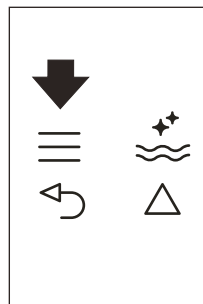
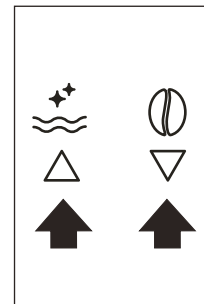

Fig. 22
Fig. 9
- Prima o ícone  (B2) para aceder ao menu (Fig. 22) e, em seguida, prima os ícones   (B7) e (B8) (Fig. 9) até aparecer "PROGRAM CAPPUCCINO" (PROGRAMAR CAPPUCCINO).
- Prima o ícone SET  (B2) para aceder ao menu (Fig. 22) ou prima os ícones   (B7) e (B8) (Fig. 9) até aparecer "PROGRAM CAPPUCCINO" (PROGRAMAR CAPPUCCINO).
- Prima o ícone  (B9) para confirmar e depois os ícones   (B7) e (B8) (Fig. 9) até aparecer "COFFEE FOR CAPPUCC." (CAFÉ PARA CAPPUCC.).